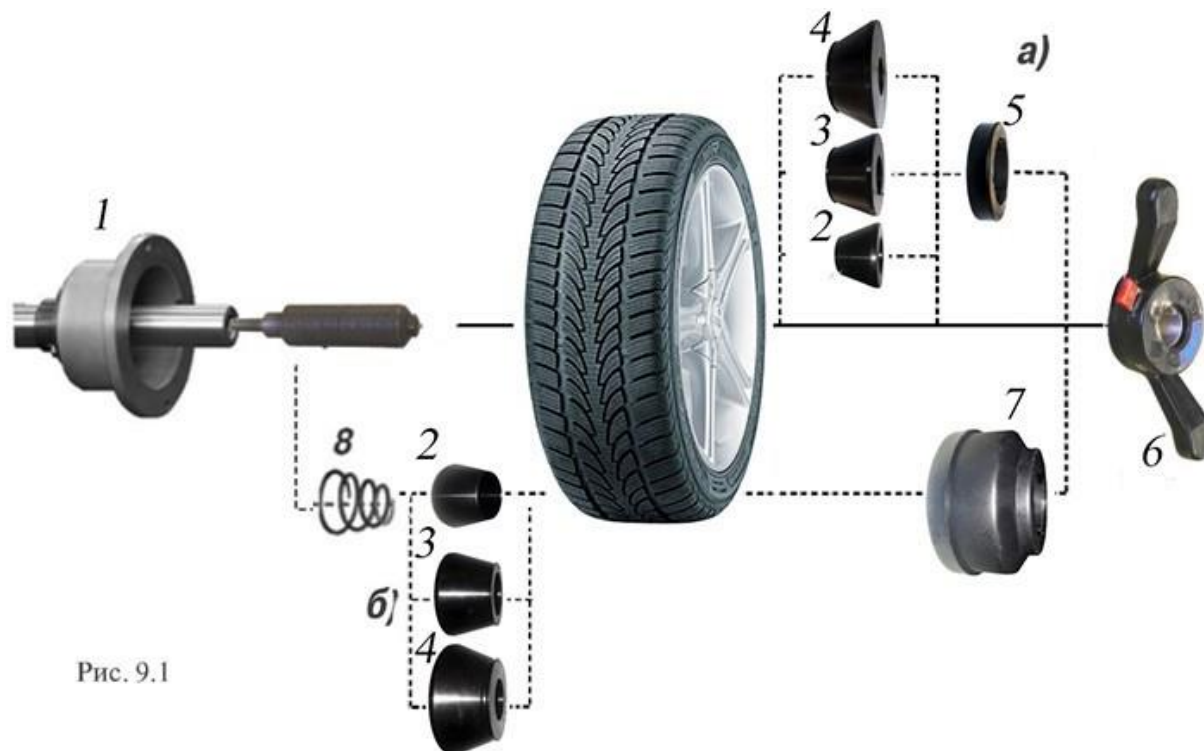

Рис. 9.1
9.2. Балансируемое колесо закрепляется на валу СБ за центральное отверстие диска с помощью конусов и быстросъемной гайки с раздвижными резьбовыми сухарями. В зависимости от конфигурации диска конус может быть установлен как с внешней стороны диска (вариант «а»), так и с внутренней (вариант «б») (см.рис. 9.1)
9.6. СБ оборудован педалью для ускорения установки колеса по (варианту «б») (см. рис. 9.1) Установите колесо на конус, установите быстросъемную гайку, нажмите два раза педаль, удерживая колесо и быстросъемную гайку. Вал СБ начнет вращаться, зажимая колесо, когда колесо будет зажато вращение вала остановится. Окончательно затяните колесо быстросъемной гайкой вручную.